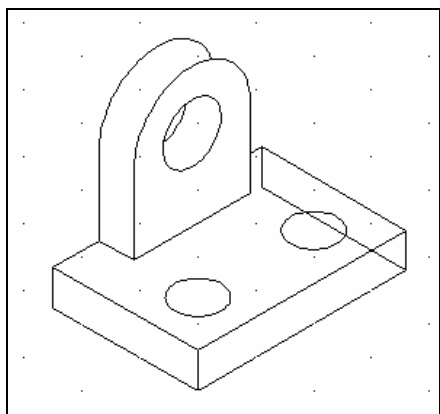

图 7-14 删除辅助直线
(9) 删除复制直线, 结果如图 7-14 所示。
//捕捉图 7-14 所示的顶平面中的轴测圆的圆心
//捕捉图 7-14 所示的顶平面中的轴测圆的